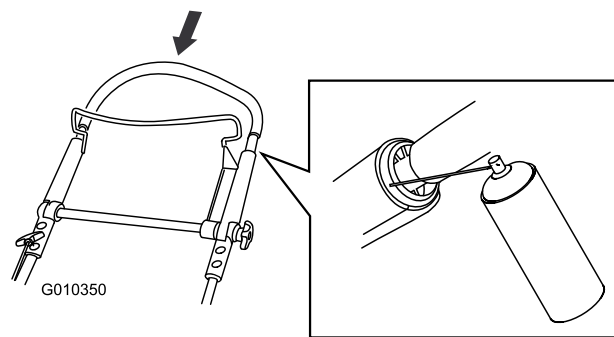

Figure 48
2. Abaissez complètement la partie supérieure du guidon et pulvérisez la surface en plastique intérieure de la poignée extérieure (Figure 48).